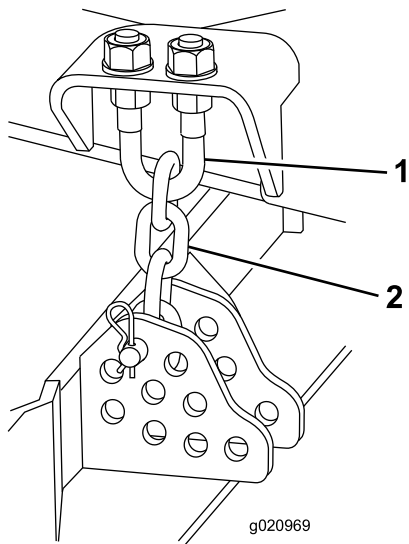

Bild 121
4. Entfernen Sie den Splint und den Lastösenbolzen, mit denen die Schnitthöhenkette an der Rückseite der Schneideinheit befestigt ist (Bild 121).